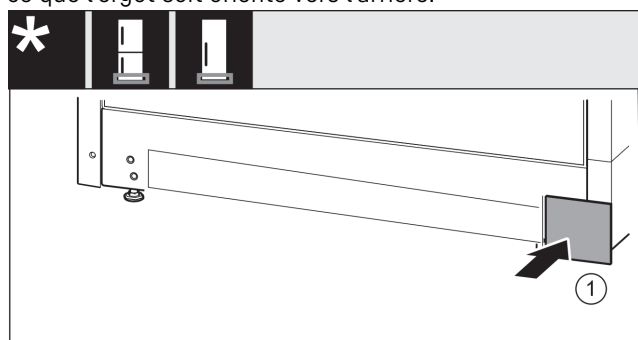

Fig. 19
- ▶ Remettre le cache Fig. 19 (1) en place de l'autre côté.